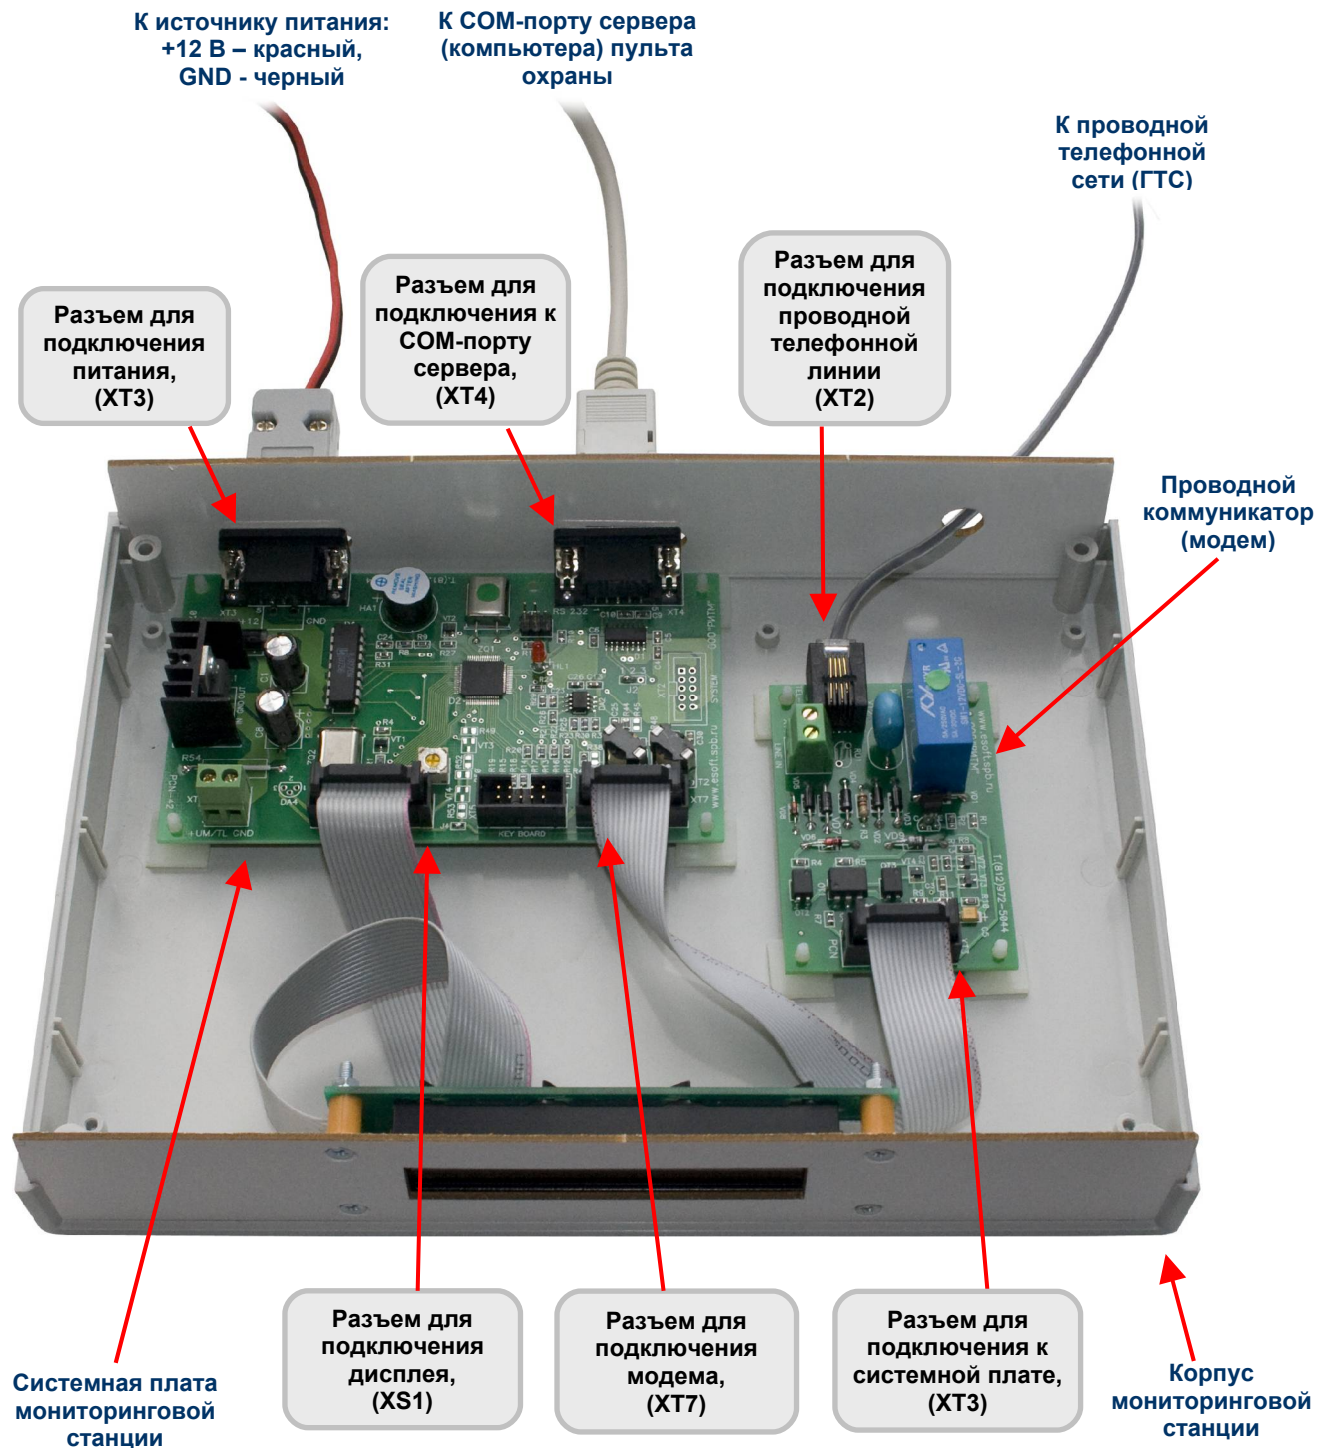

Рис.4.2. Мониторинговая станция «Контакт», проводной телефонный канал (ГТС).
Разъемы и состав оборудования мониторинговой станции «Контакт», проводной телефонный канал (ГТС), обозначены на рис.4.2. Функциональное назначение каждого разъема пояснено в таблице 4.1.
- подключите проводную телефонную линию (ГТС) к разъему для подключения проводной телефонной линии (ХТ1 или ХТ2 платы проводного коммуникатора (модема)) (рис.4.2)
- подключите COM-порт сервера (компьютера) пульта центрального наблюдения к разъему для подключения сервера (ХТ4) (рис.4.2)
- подключите источник внешнего питания +12 В к разъему для подключения питания (ХТ3) (рис.4.2);